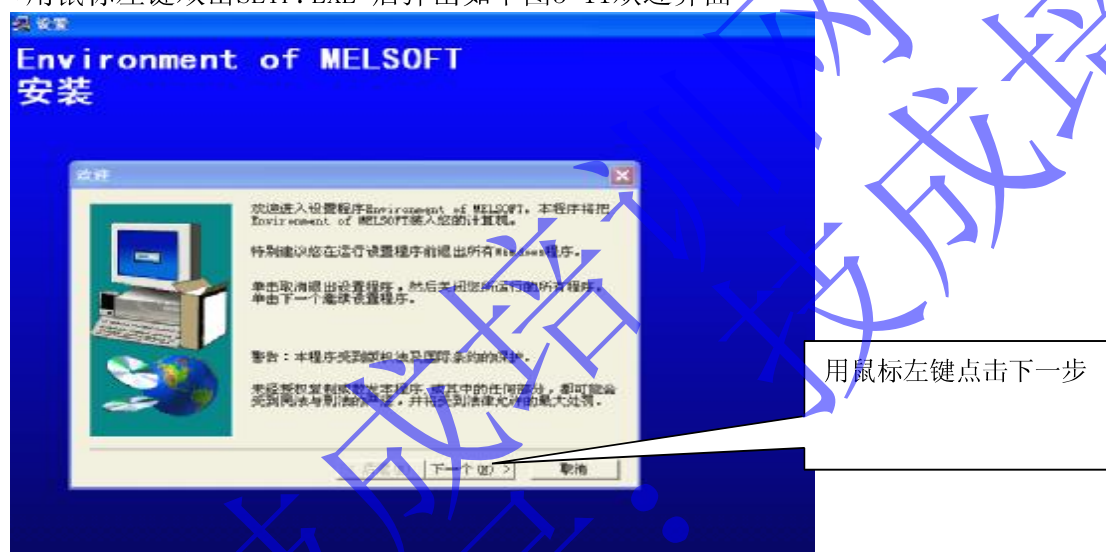

图3-11 软件安装
*用鼠标左键双击SETP..EXE 后弹出如下图3-11欢迎界面